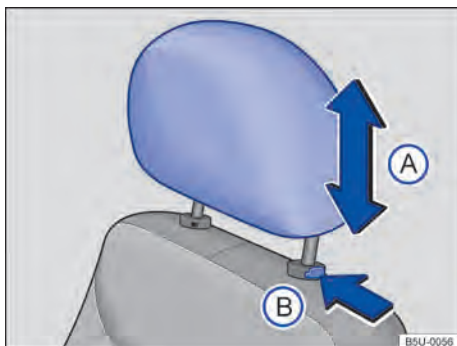

Fig. 63 Ajustar o apoio para cabeça dianteiro.
- Empurrar o apoio para cabeça para cima ou para baixo na direção da seta → Fig. 63 (A) → ⚠ em *Introdução ao tema* na página 75.